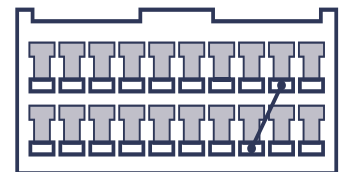

Рис. 18. Разъём иммобилайзера
- если иммобилайзер не установлен, то нет перемычки между контактами 9 и 18 (см. Рис. 18) в его разъёме, находящимся в консоли, недалеко от контроллера ЭСУД;